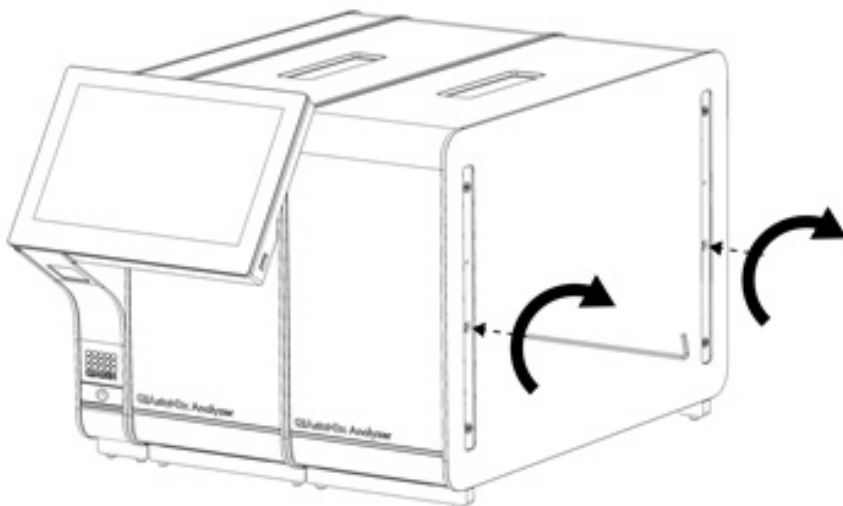

图 16. 对齐和连接附加分析模块。
4. 将附加分析模块与现有分析模块对齐。使用 QIAstat-Dx Analyzer 1.0 自带的分析-操作模块装配工具拧紧螺丝（图 16）。